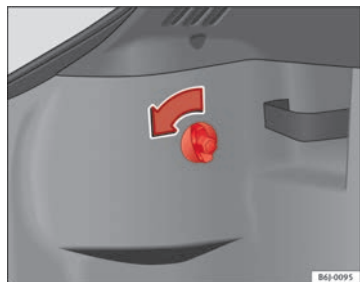

Fig. 161 Acceso a pilotos posteriores
- Gire el tornillo en el sentido de la flecha con la mano o la ayuda de un destornillador ⇒ fig. 161.
- Retire el conector del alojamiento **(A)** ⇒ fig. 161.